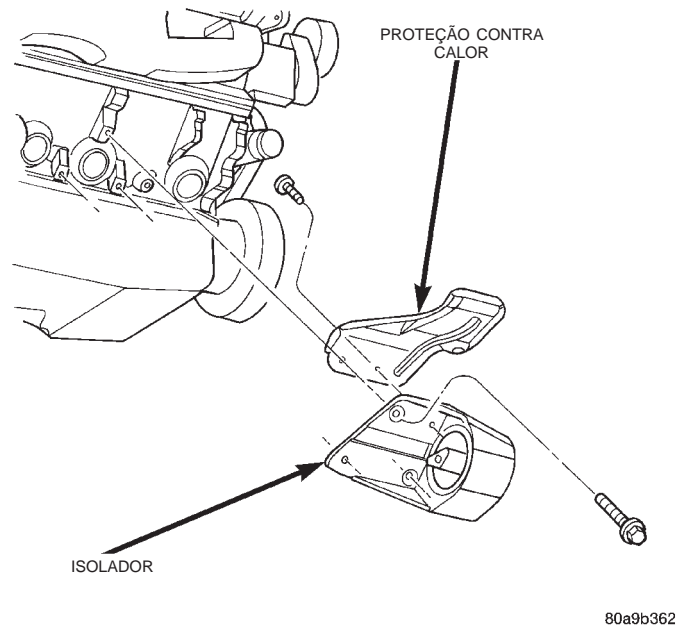
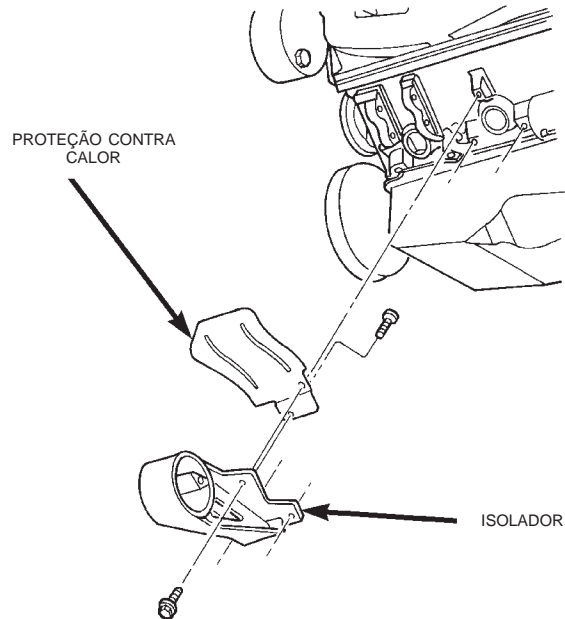

Fig. 14 Montagem do Isolador Dianteiro do Lado Direito do Motor — Veículos 2WD (Com Tração em 2 Rodas)
Fig. 15 Montagem do Isolador Dianteiro do Lado Esquerdo do Motor — Veículos 2WD (Com Tração em 2 Rodas)
- (3) Instale um suporte de suspensão do motor.
- (4) Levante o veículo no içador.
- (5) Remova o parafuso passador do isolador (Fig. 14) (Fig. 15).
- (6) Erga LEVEMENTE o motor com o suporte. Remova os parafusos de retenção do isolador e remova o conjunto do isolador.
- (7) Remova o proteção contra calor do isolador e transfira para o novo isolador.
- (1) Com o motor LEVEMENTE levantado, posicione o conjunto do isolador no bloco do motor e instale os parafusos (Fig. 14) (Fig. 15). Aperte os parafusos com um torque de 41 N·m (30 pés-lb.).